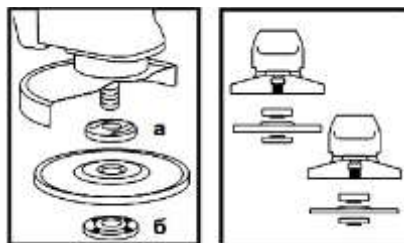

Рисунок 2
### 4.4 Встановіть на виріб шліфувальний або відрізний круг. Для цього натисніть на кнопку фіксації шпинделя (1) і перевірте його до такого положення, при якому він зафіксується. За допомогою вилочного ключа з комплекту виробу відверніть і зніміть затискну гайку (б) (дивіться рисунок 2). Встановіть шліфувальний диск на посадкове місце фланцевої шайби (а) (рисунок 2), наживіть рукою затискну гайку на шпindel ь і затягніть її ключем з комплекту приладу.